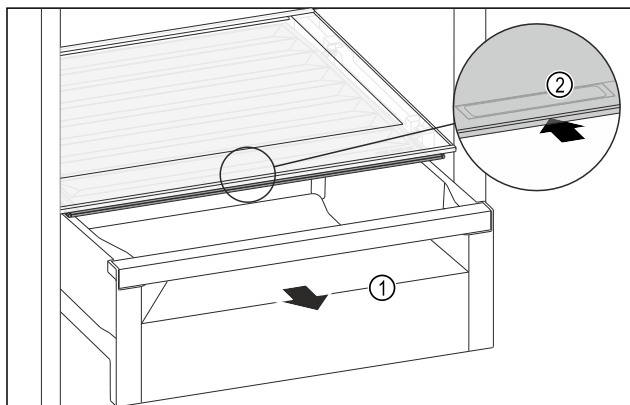

Fig. 172
- Estrarre il cassetto Fig. 172 (1).
- Afferrare la maniglia incassata Fig. 172 (2) sul coperchio dello scomparto e spingere allo stesso tempo all'indietro il coperchio dello scomparto.